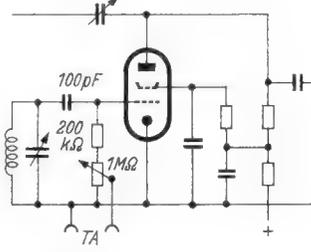

Bild 4. Anschaltung mit Hilfe eines besonderen Gitterreglers
c) Sehr günstig hat sich eine Schaltung nach Bild 4 erwiesen, besonders dann, wenn der Lautstärkereger in das Gerät eingebaut wird. Der $0,2\text{-M}\Omega$ -Widerstand wirkt dabei als Hf-Sperre; für die Nf ist er praktisch ohne Bedeutung. Der Lautstärkereger dient zusammen mit dem $0,2\text{-M}\Omega$ -Widerstand gleichzeitig als Gitterableitwiderstand. Die Vorteile dieser Anordnung sind eine gute Verstärkung sowie der Fortfall eines Schalters für die Stellung TA bzw. UKW. Wird als Lautstärkereger ein Potentiometer mit einpoligem Drehschalter verwendet, dann läßt sich damit gleichzeitig die Anodenspannung des UKW-Vorsatzgerätes schalten.
Die Schaltung nach Bild 4 hat sich für den nachträglichen Einbau eines UKW-Teils in Audion-Empfänger (Ein- und Zweikreisler), bei denen die Lautstärke Hf-seitig geregelt wird, besonders bewährt.